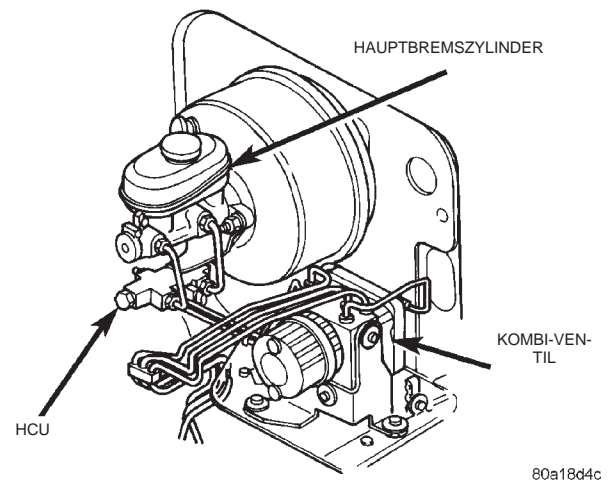
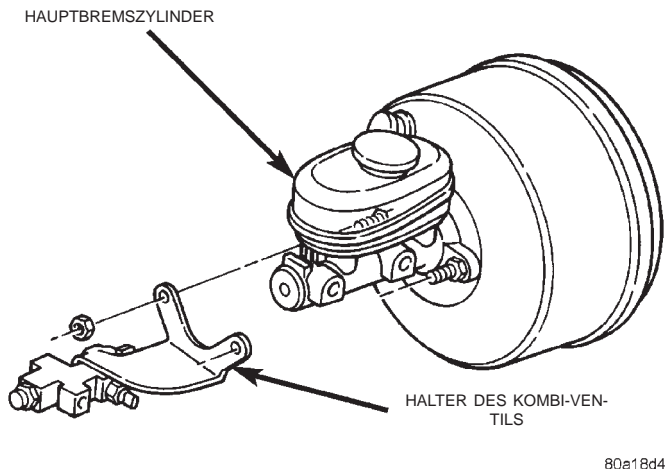

Abb. 12 Bremsleitungen am Kombi-Ventil
Abb. 13 Halter des Kombi-Ventils
(1) Die Bremsleitungen lösen, über die das Kombi-Ventil mit dem Hauptbremszylinder verbunden ist (Abb. 12).
(2) Die Bremsleitungen lösen, über die das Kombi-Ventil mit der HCU verbunden ist.
(3) Den Steckverbinder von den Anschlußkontakten am Kombi-Ventil abziehen; dabei darauf achten, daß die Sicherungslaschen ganz gelöst sind, da sie andernfalls leicht beschädigt werden können.
(4) Die Muttern zur Befestigung des Ventil-Halteblechs an den Stehbolzen des Bremskraftverstärkers lösen und das Ventil-Halteblech von den Stehbolzen abnehmen (Abb. 13).